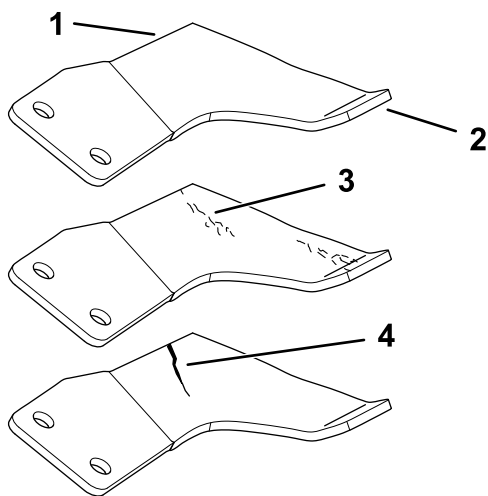

Рисунок 103
1. Осмотрите режущие кромки (Рисунок 103).
4. При обнаружении признаков повреждения, износа или образования зазора в этой области немедленно замените нож (Рисунок 103).